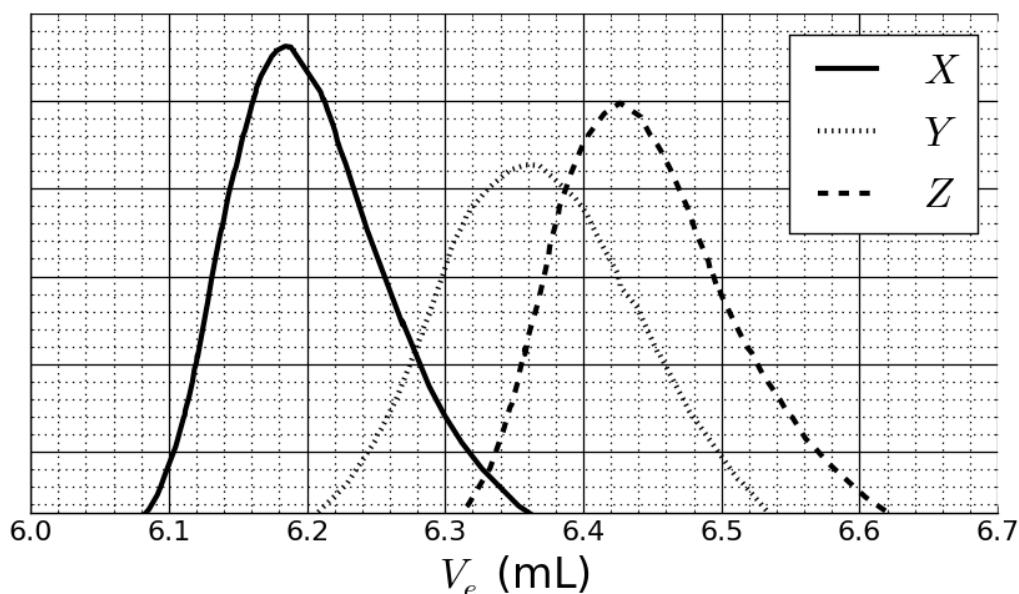

Fig. 2 – Cromatogramas de SEC de **3a**, **3b** y **3c** en función del volumen de elución, V_e .
La reacción de **1** con **2** resulta en los copolímeros **3a** después de 20 h, **3b** después de 25 h, y **3c** después de 30 h de reacción a 40 °C. Los resultados de la cromatografía de exclusión por tamaño (SEC por sus siglas en inglés) se presentan en la Fig.2.
6. Asigne las señales en la Fig. 2 a los copolímeros **3a**, **3b** y **3c**.
7. Basado en las curvas de SEC en las Fig. 2 y 3, **determine** el volume de elución V_e del polímero que corresponde a la curva X y úselo para **estimar** el grado de polimerización m del segundo bloque. **Presente** detalladamente sus cálculos. Puede usar una calculadora o graficar.